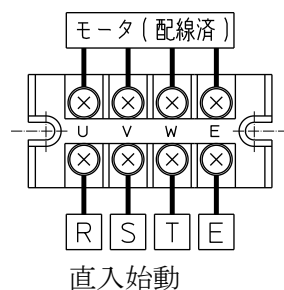
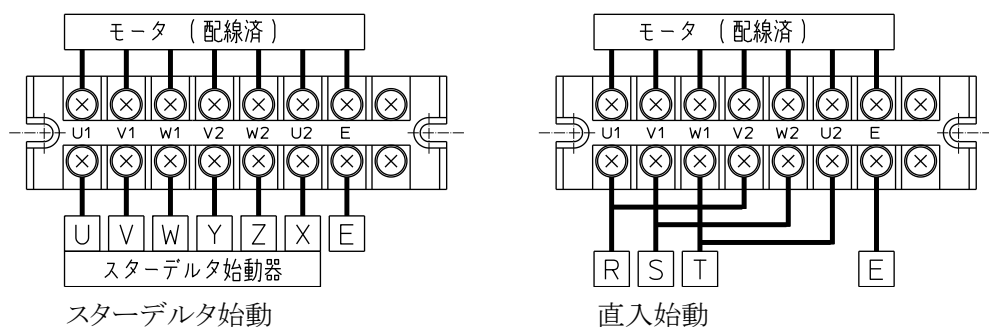

図2 固定端子台に電源接続 (モータ 3.7kW 以下機種)
図3 固定端子台に電源接続(モータ 5.5kW 以上機種)
- (1) モータシャフトを手回して、異物の混入や接触箇所のないことを確かめてください。
- (2) 本機及びモータの銘板が電源設備の仕様と同じであることを確かめてから、電気工事技術者の元で、電気設備技術基準及び内線規定に従って電源を接続してください(図2もしくは図3参照)。